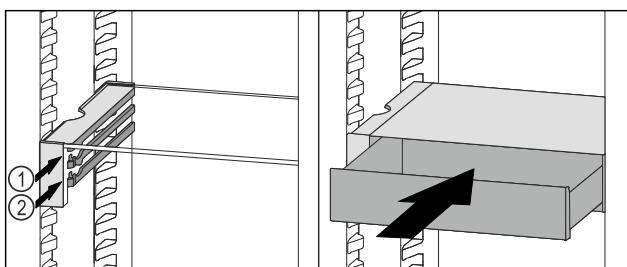

Fig. 94
- Установите выдвижной ящик VarioSafe за стопоры на требуемый выступ Fig. 94 (1) или Fig. 94 (2).